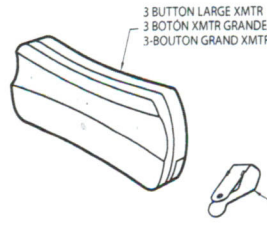

Fig. 2
Paso 5-1 Reemplazo de batería **Fig. 2**.